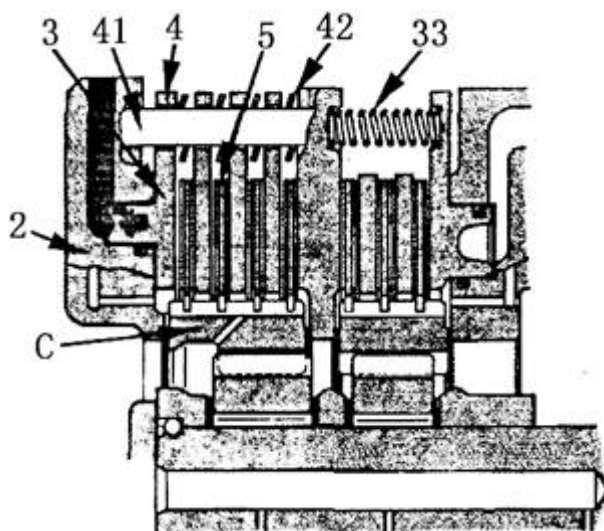

Рис. 5-29
При включении муфты № 5 (см. Рис. 5-29), масло под давлением поступает из регулировочного клапана в масляную камеру и нажимает на поршень (26), одновременно воздействуя на шаровой обратный клапан (17), закупоривая отверстие клапана. Муфта быстро включается.